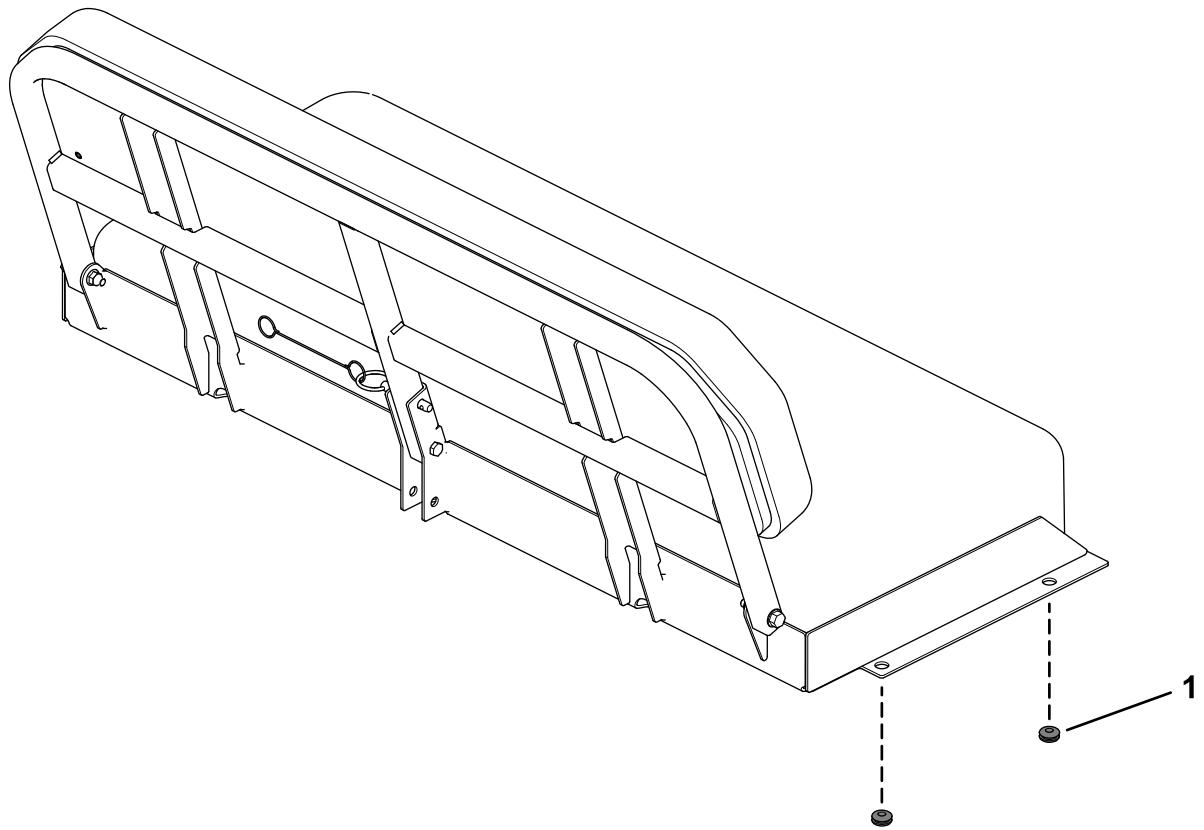

图10
9. 如图10 所示，把 4 个橡胶套环安装到座椅底座的边缘。